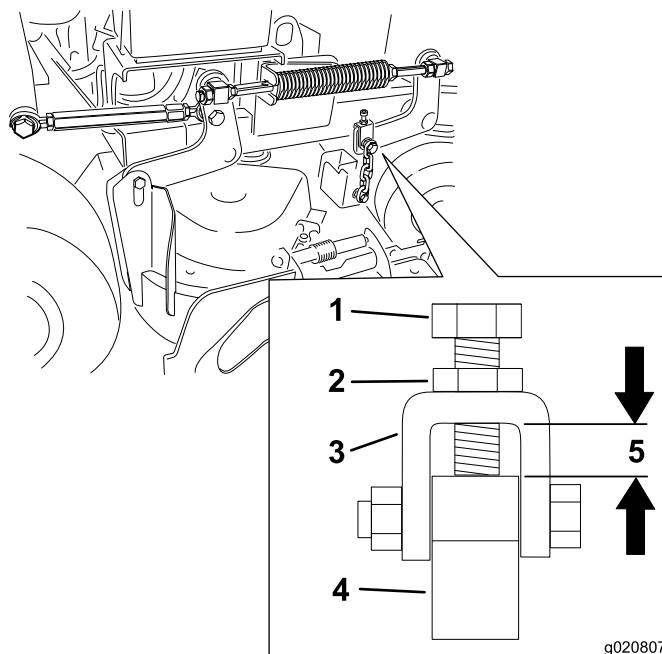

Figure 82
**Remarque:** L'écart doit être de 11 mm (7/16 po); voir Figure 82.
12. Desserrez l'écrou de blocage et ajustez le boulon de réglage de sorte à obtenir la distance correcte, comme montré à la Figure 82.